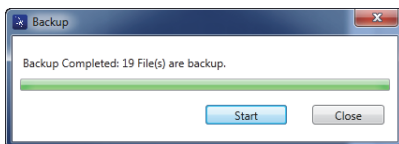

图 7-27 备份对话框（完成）
5. 当备份操作完成时，点击 **Close**（关闭）（参见第 194 页的图 7-27）。